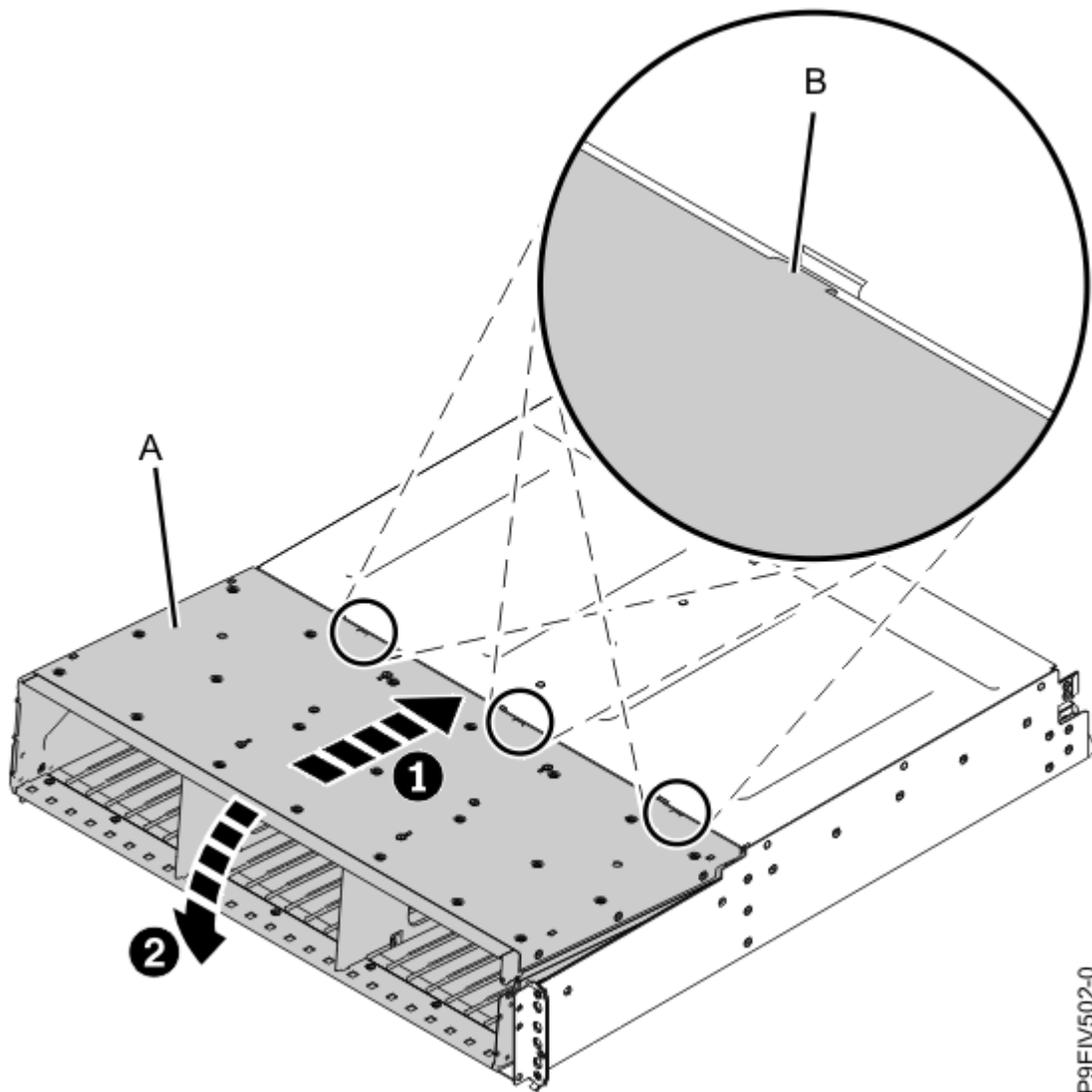

Figure 3. Installation du bloc carte médiane
- a) Tenez le bloc carte médiane **(A)** des deux mains avec un angle de 20 degrés, comme illustré Figure 3, à la page 16.